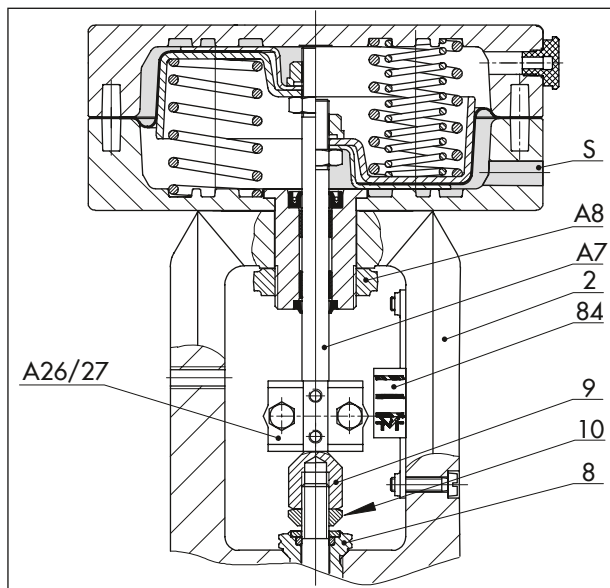

Рис. 12: Пневматический привод Тип 3271 на клапане серии 240
См. Рис. 12
- ⇒ Подключите регулирующее давление к нижнему штуцеру (S), см. Рис. 12. Регулирующее давление подводится к нижней части мембраны и перемещает шток привода (A7) вверх против напряжения пружин.